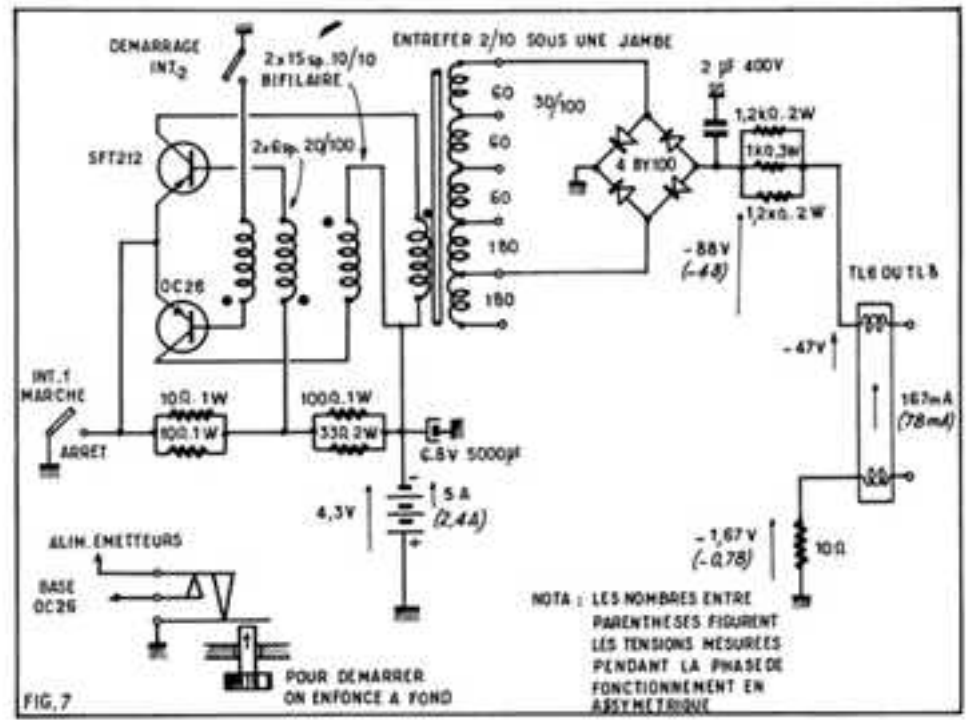

FIG. 7
VI. — Montage utilisant le convertisseur symétrique : figure 7
tées en tête-bêche, soit comme s'il était déconnecté). On obtient alors le montage de la figure 7 utilisant le même tore ferrite que précédemment. Un interrupteur comportant un contact « travail-repos mêlés », amorce le tube lorsqu'il est poussé à fond (6). Le moins bon des deux transistors sera utilisé uniquement en symétrique. La légère dissymétrie côté froid des enroulements de base n'affecte pas le fonctionnement en « symétrique ». La puissance obtenue dépasse les caractéristiques du TL6 : on prendra le TL8, de préférence.